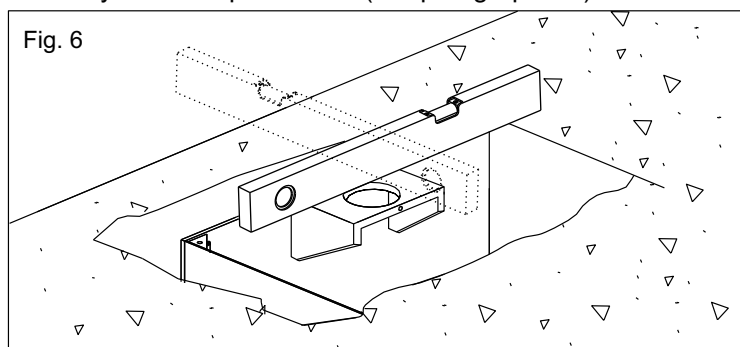
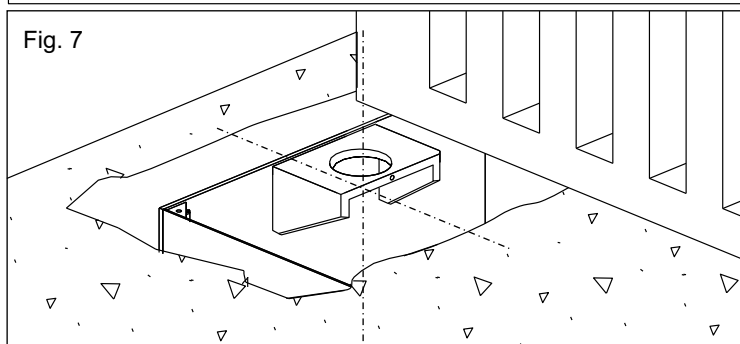

Fig. 6
Fig. 7
**2.3.** Avant de cimenter la caisse portante, utiliser un niveau pour la rendre parfaitement horizontale sur le sol (Fig. 6) et perpendiculaire à l'axe du portail (Fig. 7).